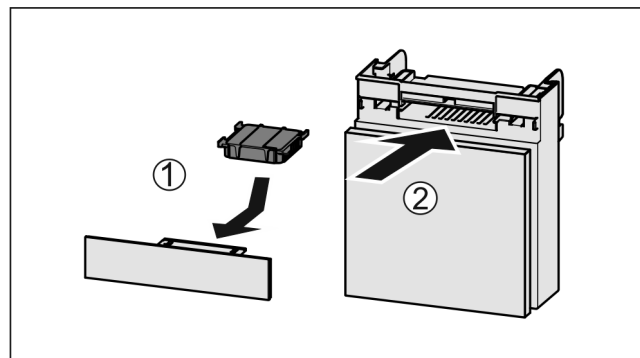

Fig. 162
- ▶ Actiefkoolfilter overeenkomstig afbeelding aanbrengen Fig. 162 (1).
- ▶ Lade erin schuiven Fig. 162 (2).